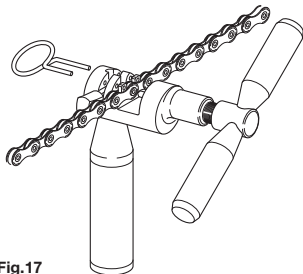

Fig.17
- Introducir el eslabón que hay que cerrar en el alojamiento correspondiente (**Fig. 17**).